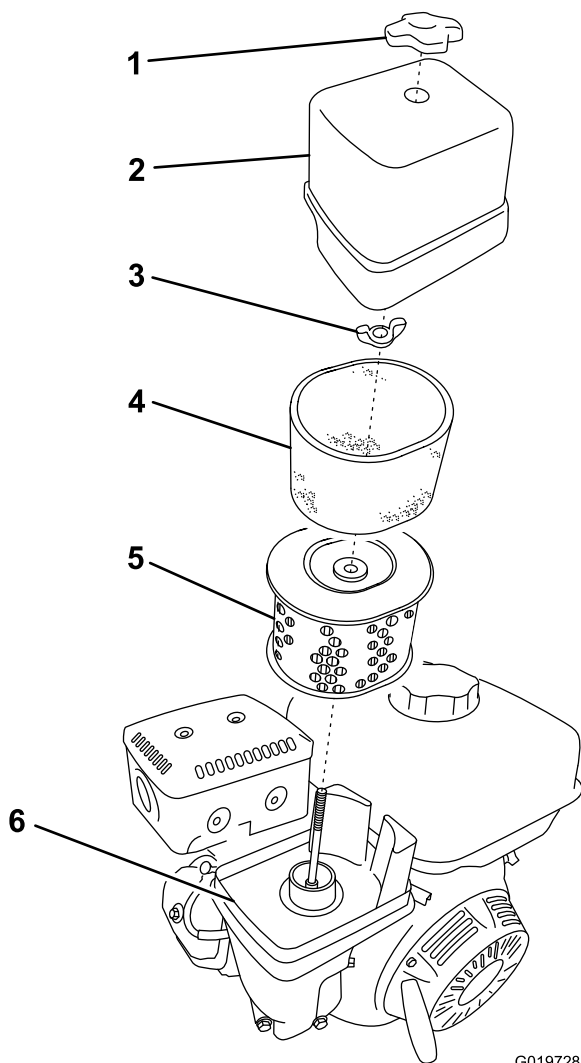

Figura 44
3. Retire la tuerca que sujeta la tapa (Figura 44).
5. Separe cuidadosamente de la base los elementos de gomaespuma y de papel (Figura 44).
6. Separe el elemento de gomaespuma del elemento de papel (Figura 44).